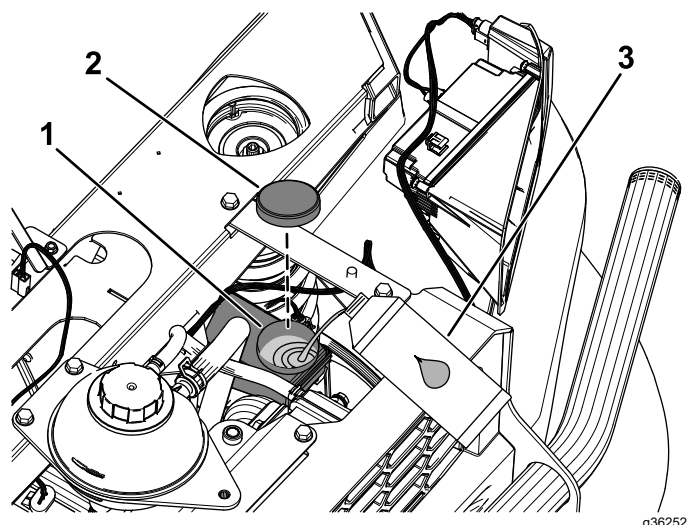

Figure 127
4. Soulevez le capot pour accéder au maître-cylindre de frein et au réservoir (Figure 127).
- A. Nettoyez la surface autour du bouchon du réservoir et enlevez le bouchon (Figure 127).
- C. Remettez le bouchon du réservoir (Figure 127).